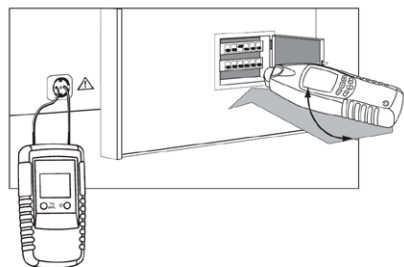

Рис. 16
- b. Подключите передатчик к электрической сети как показано на рис. 16.